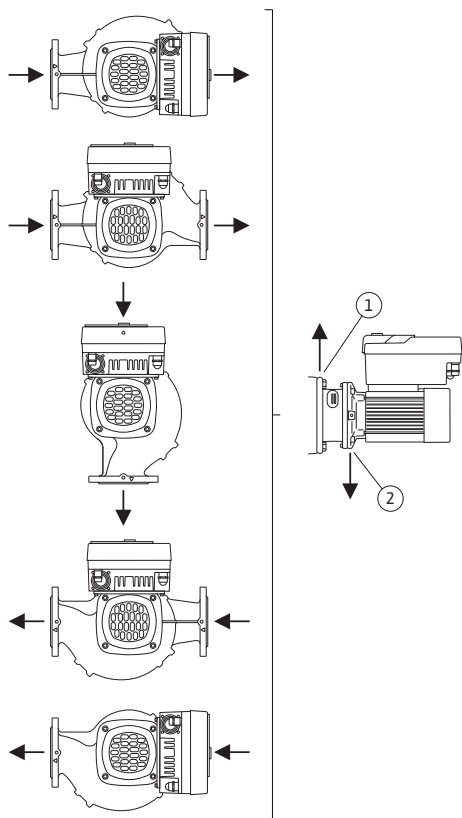

Fig. 8: Toegestane inbouwposities met horizontale motoras
De toegestane inbouwposities met horizontale motoras en elektronikamodule naar boven (0°) zijn in Fig. 8 weergegeven.
De ontluchting van de pomp is optimaal gewaarborgd als het ontluchtingsventiel omhoog wijst (Fig. 8, pos. 1).
In deze positie (0°) kan het condensaat gericht worden afgevoerd via aanwezige boorgaten, het pomplantaarstuk en de motor (Fig. 8, pos. 2).